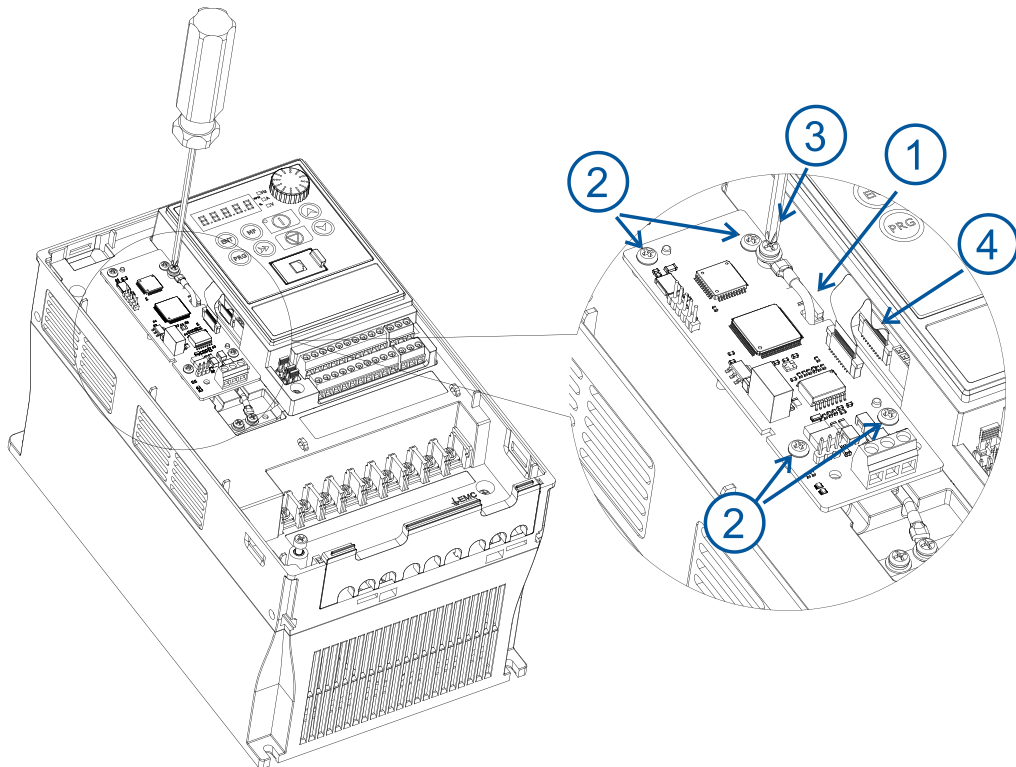

图 2-3 G100-CANopen 扩展卡安装示意图
3) G100-CANopen 扩展卡安装：如图 2-3，在进行 G100-CANopen 扩展卡的安装时，请遵循以下步骤以确保正确和安全的安装：①地线穿过 G100-CANopen 扩展卡过线孔；②板卡置于中壳上，用 4 颗 ST2.9X9.5 自攻螺钉固定板卡；③用 M3X10 组合螺钉将地线线鼻子固定在板卡上的接地贴片螺母上；④将板卡上的 FPC 插座锁扣轻轻抬起，插入 FPC，压下锁扣锁紧。注意：FPC 斑马条方向朝向与 FPC 插座接触方向相匹配。